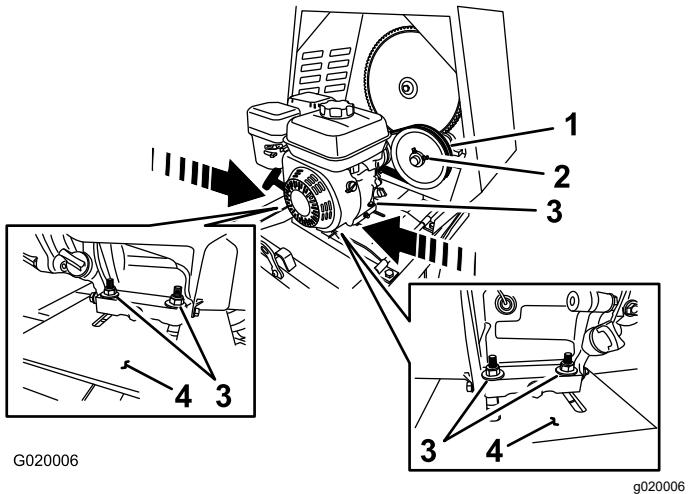

Figura 65
- B. Afloje los pernos y las tuercas que sujetan el motor a la chapa del motor (Figura 65).
- **Para aumentar la holgura** – aleje el motor de la polea tensora (Figura 65).
- **Para reducir la holgura** – acerque el motor a la polea tensora (Figura 65).